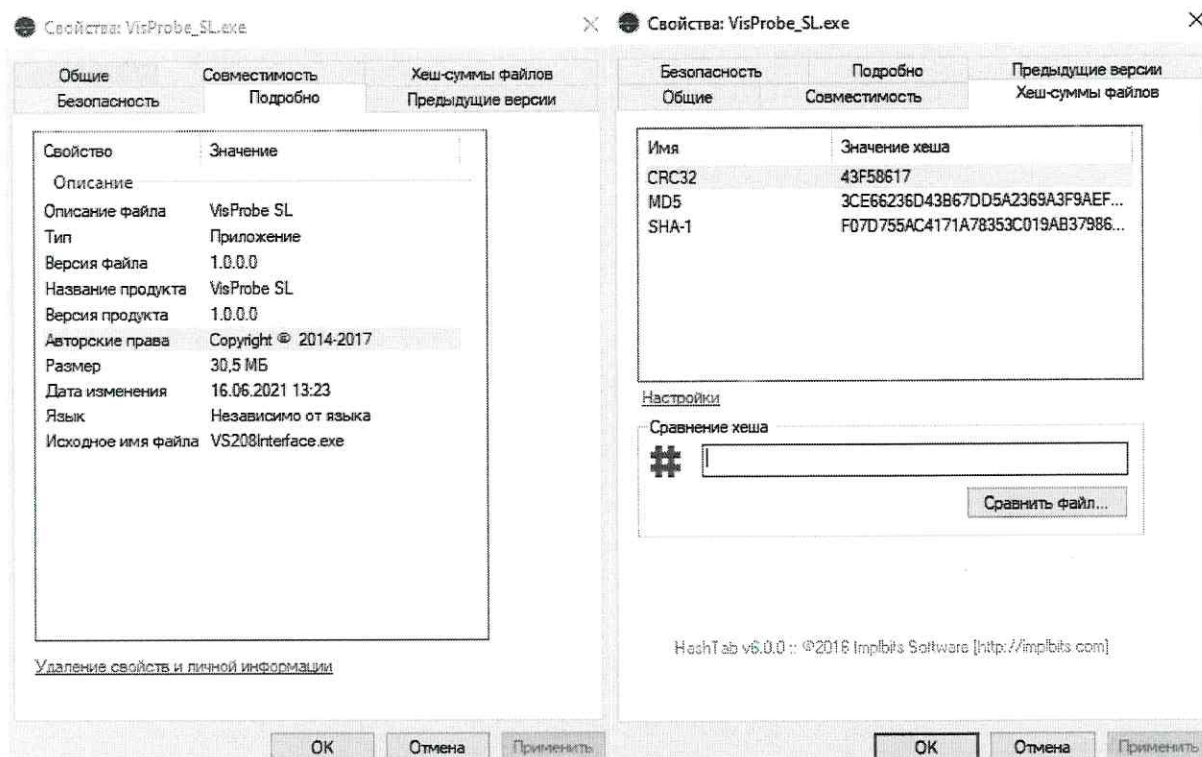

Рисунок 7 – Окна «О программе» и «Хеш-суммы файлов» ПО VisProbe\_SL
9.4. В открывшемся окне (Рисунок 7) напротив строки «Описание файла» зафиксировать идентификационные данные ПО, напротив строки «Версия файла» зафиксировать идентификационный номер;
9.5. Перейти во вкладку «Хеш-суммы файлов» (Рисунок 7) и напротив строки CRC32 зафиксировать цифровой идентификатор метрологически значимой части ПО.
10.1.1 В соответствии с рекомендациями «Мастера поверки» собрать схему, изображенную в окне программы (Рисунок 7). В качестве источника сигнала использовать калибратор В1-28. Сигнал с выхода калибратора подать на все измерительные входы системы, входы системы автоматически установятся в диапазон измерений с пределом 10 В.